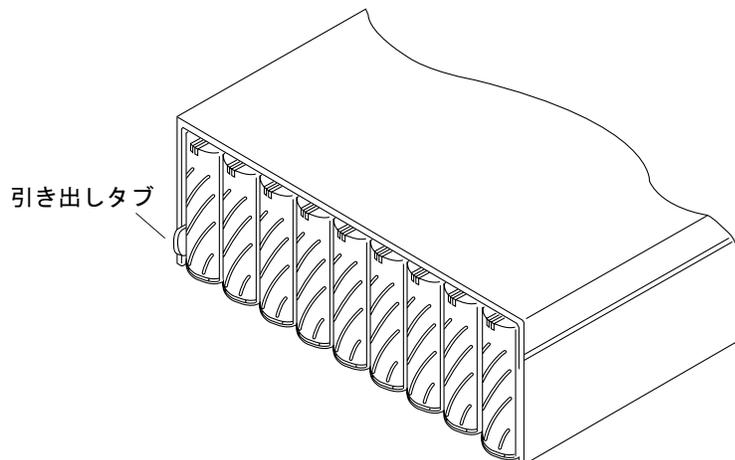

図 2-2 引き出しタブのシリアル番号と MAC アドレス
5. アレイ左側の、1 つ目のディスクドライブ横の引き出しタブの位置を確認します (図 2-2)。
- **MAC アドレス。** MAC アドレスの位置については、図 2-2 を参照してください。MAC アドレスの形式については、後述の手順 1 を参照してください。